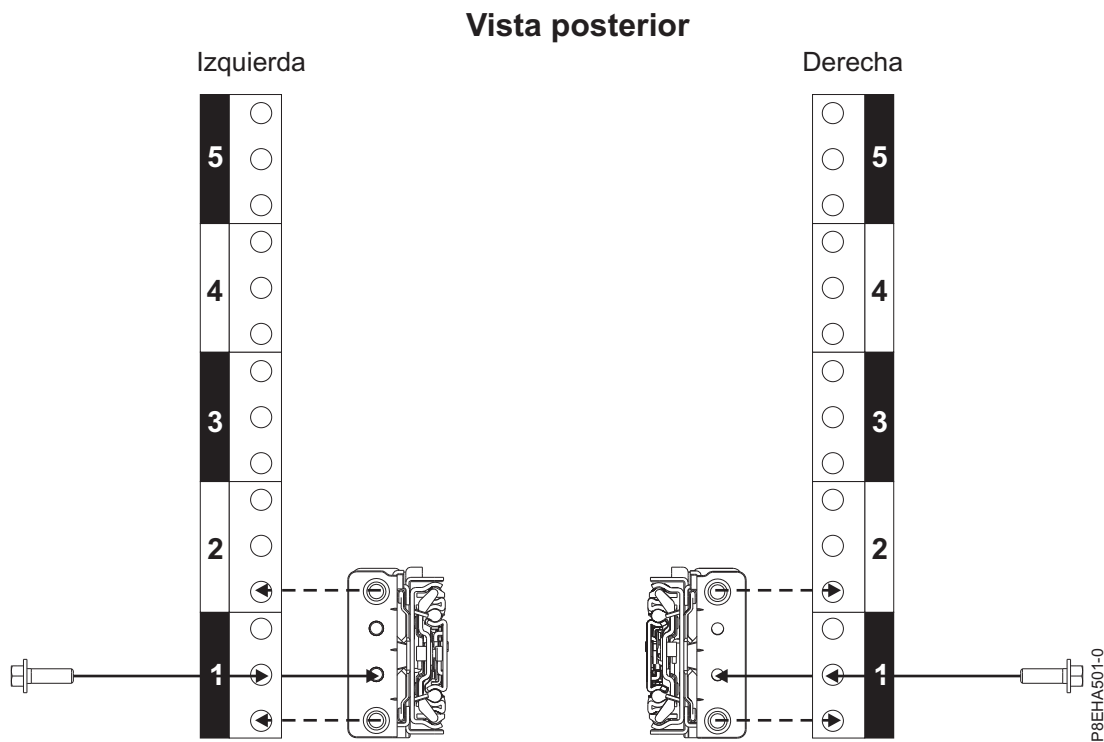

Figura 5. Fijación de los rieles deslizantes a la parte posterior del bastidor
12. Fije el riel deslizante izquierdo (B) y el riel deslizante derecho (C) con un tornillo M5x16mm (A) tal como se muestra en Figura 5. Inserte y apriete cada tornillo en el orificio del reborde de rosca, ubicado en el agujero central de la unidad de bastidor de EIA inferior.